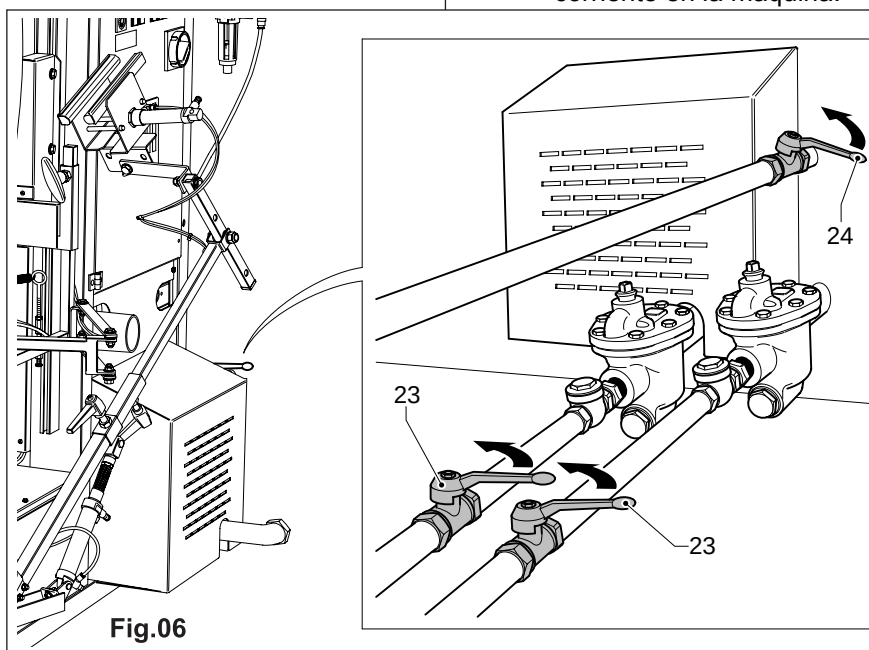

Fig.06
- c) Pour machines sans chaudière: ouvrir les vannes d'alimentation vapeur (24) Fig. 06 et retour condensat(23) Fig.06.